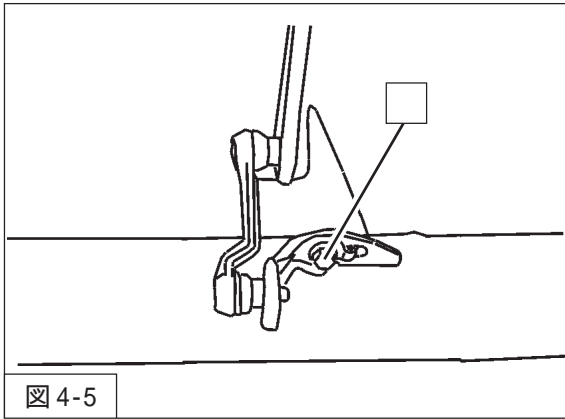

図 4-5
8. ハイットコントロールセンサ取付ボルト（締付トルク：8N・m）を取付けてください。（装着車のみ）（図4-5）